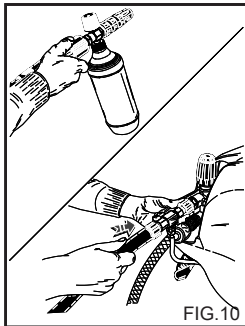

FIG.10
AANBRENGEN AANZUIGKIT REINIGINGSMIDDEL (Fig. 10). (Optioneel accessoire)
2) Verwijder het verlengstuk van de handgreep en breng de dubbele lans of de lans met verstelbare kop aan, bedien de hogedrukreiniger, bedien het aanzuigcommando van het reinigungs-middel op de lans (fig. 10, 12) en besprenkel het te reinigen oppervlak van beneden naar boven. Laat enkele minuten inwerken.